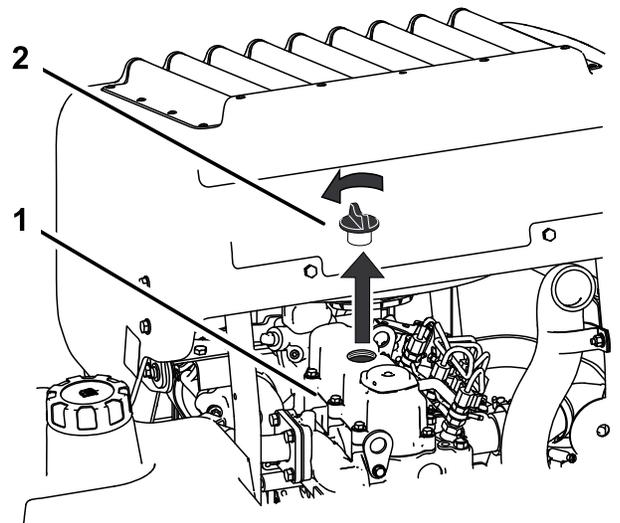

Bild 64
6. Nehmen Sie den Deckel des Einfüllstutzens oben am Motor ab (Bild 64).
2. Entfernen Sie den Ölfüllstutzendeckel und den Peilstab (Bild 64).